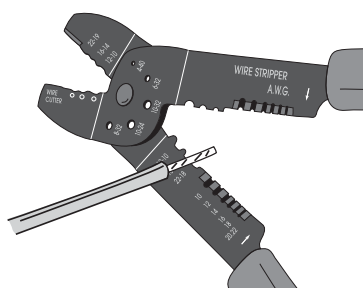

figura 5
1. Quite la funda del cable a una longitud de 0.5 cm ($\frac{1}{2}$ ") (**figura 5**).